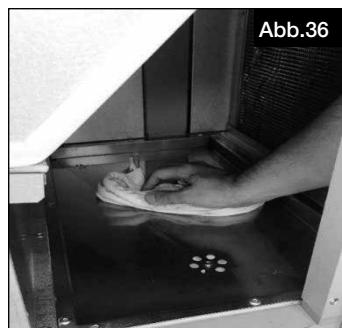

Abb.36
3. Kondensatwanne mit einem Tuch reinigen (s. Abb.36).